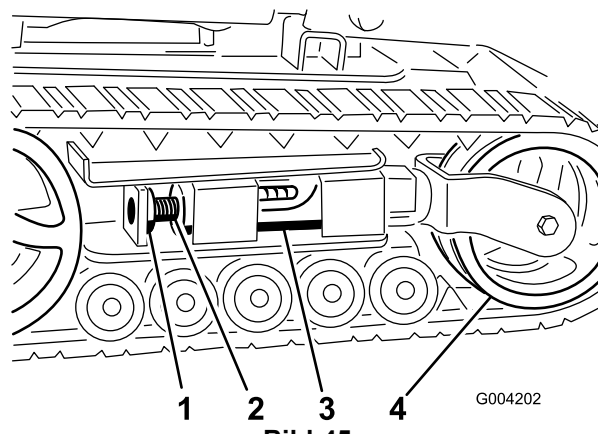
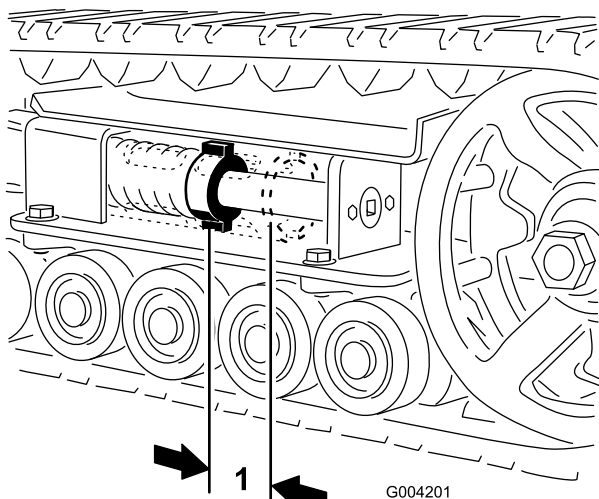
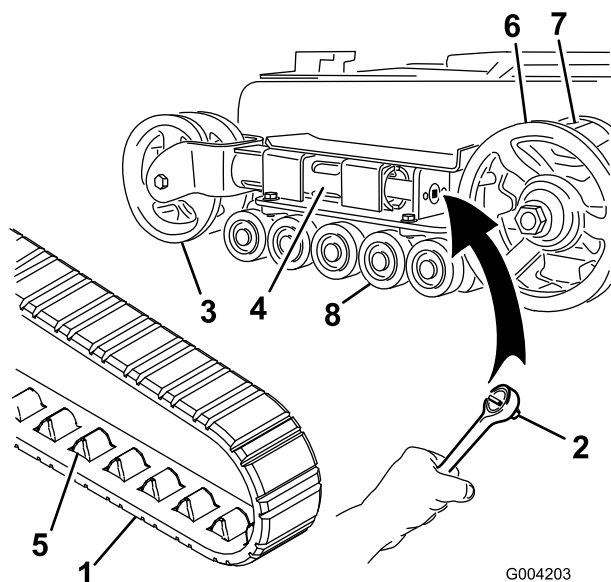
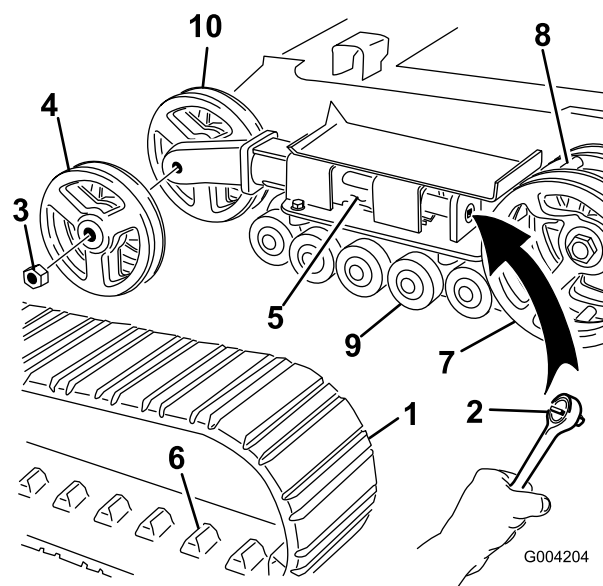

Bild 45
Bild 44
Bild 46
Bild 47
Zwischen der Spannungsmutter und der Rückseite des Spannungsrohrs sollte ein Abstand von 7 cm sein (Bild 44). Stellen Sie ansonsten die Kettenspannung wie folgt ein:
3. Entfernen Sie die Befestigungsschraube und Mutter (Bild 45).
4. Drehen Sie die Spannschraube mit einem Sechskantschlüssel (1/2 Zoll) (Bild 46) nach links, bis der Abstand zwischen der Spannmutter und der Rückseite des Spannungsrohrs 7 cm beträgt (Bild 44).
5. Richten Sie die am nächsten liegende Kerbe in der Spannschraube mit dem Loch der Befestigungsschraube aus und befestigen Sie die Schraube mit der Befestigungsschraube und Mutter (Bild 45).
4. Lösen Sie die Antriebsspannung mit einem Sechskantschlüssel (1/2 Zoll), indem Sie die Spannschraube nach rechts drehen (Bild 45 und Bild 46).
5. Drücken Sie das Spannrad zur Rückseite der Maschine, um den Abzweigschlauch gegen den Rahmen zu bewegen (Bild 46). (Wenn es den Rahmen nicht berührt, drehen Sie die Spannschraube so lange, bis es funktioniert.)
7. Wenn Sie die Kette vom Spannrad entfernt haben, entfernen Sie sie auch vom Antriebsrad und den Straßenrädern (Bild 46).
8. Legen Sie die neue Kette, beginnend beim Antriebsrad, um den Wirbel und stellen Sie sicher, dass die Stollen an der Kette zwischen die Distanzstücke auf dem Wirbel passen (Bild 46).
9. Drücken Sie die Kette unter und zwischen die Straßenräder (Bild 46).
11. Drehen Sie die Spannschraube nach links, bis der Abstand zwischen der Spannmutter und der Rückseite des Abzweigschlauchs 7 cm beträgt (Bild 44).
4. Lösen Sie die Antriebsspannung mit einem Sechskantschlüssel (1/2 Zoll), indem Sie die Spannschraube nach rechts drehen (Bild 45 und Bild 47).
5. Drücken Sie das Spannrad zur Rückseite der Maschine, um den Druckschlauch gegen den Rahmen zu bewegen (Bild 47). (Wenn es den Rahmen nicht berührt, drehen Sie die Spannschraube so lange, bis es funktioniert.)
6. Nehmen Sie die Mutter ab, mit der das äußere Spannrad befestigt ist. Nehmen Sie das Rad ab (Bild 47).
7. Nehmen Sie die Kette ab (Bild 47).
8. Nehmen Sie die Mutter ab, mit der das innere Spannrads befestigt ist. Nehmen Sie das Rad ab (Bild 47).
12. Setzen Sie das innere Spannrads ein und befestigen Sie es mit der vorher abgenommenen Mutter (Bild 47).
14. Montieren Sie die neue Kette. Achten Sie darauf, dass die Stollen in der Kette zwischen die Distanzstücke in der Mitte des Antriebsrads passen (Bild 47).
15. Setzen Sie das äußere Spannrads ein und befestigen Sie es mit der vorher abgenommenen Mutter (Bild 47).
17. Drehen Sie die Spannschraube nach rechts, bis der Abstand zwischen der Spannmutter und der Rückseite des Abzweigschlauchs 7 cm beträgt (Bild 44).